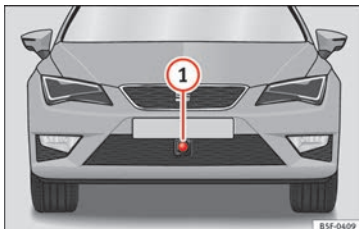

Abb. 151 Im vorderen Stoßfänger: Radarsensor.
Zur Erfassung der Verkehrssituation ist im vorderen Stoßfänger ein Radarsensor eingebaut » **Abb. 151** ①. Vorausfahrende Fahrzeuge können so bis zu einer Entfernung von ca. 120 m erkannt werden.